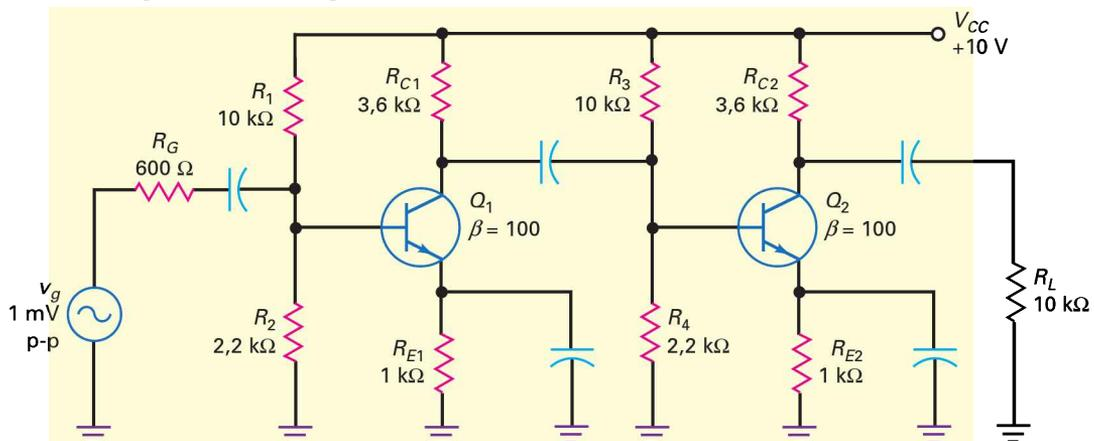

Figure 9.27
9.1 D'après la figure 9.27, quelle est la tension AC sur la première base ? Sur la seconde base ? Sur la résistance de charge ?
9.2 Si la tension de l'alimentation passe à +12 V dans la figure 9.27, que devient la tension de sortie ?
9.3 Si $\beta = 300$ dans la figure 9.27, quelle est la tension de sortie ?